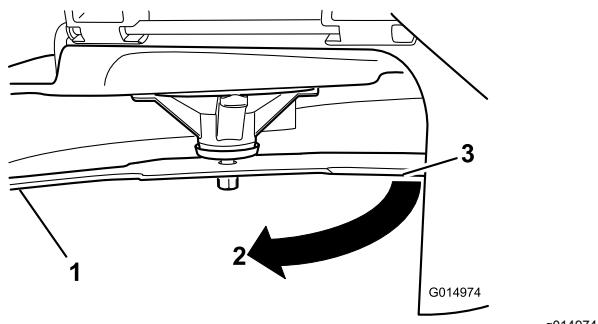

Figura 62
3. Distanza misurata tra la lama e la superficie (A)
4. Ruotate la stessa lama di 180 gradi in modo che il tagliente opposto si trovi ora nella stessa posizione (Figura 62).